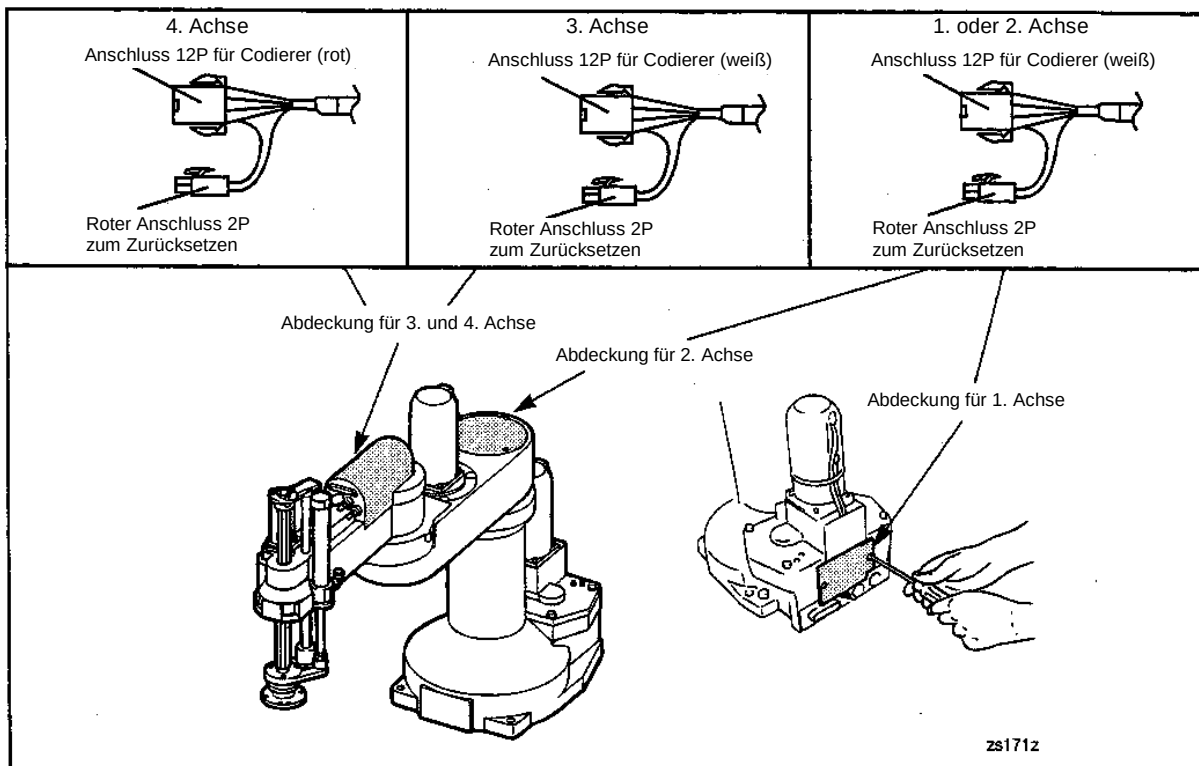

Abbildung 6-4 Position des roten Anschlusses 2P
- (2) Schalten Sie den Controller aus.
- (3) Entfernen Sie die Abdeckung, wie in Abbildung 6-4 gezeigt.
- (4) Nehmen Sie den roten Anschluß 2P der Achse, die zurückgesetzt werden soll, heraus.